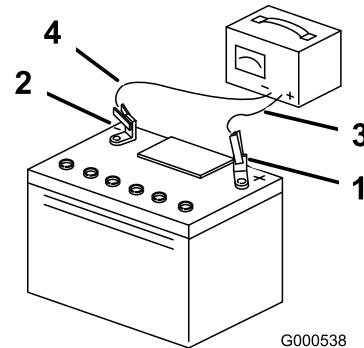

Bild 44
- Wenn die Batterie voll geladen ist, ziehen Sie den Stecker des Ladegeräts aus der Steckdose. Klemmen Sie dann die Klemmen des Ladegeräts von den Batteriepolen ab (Bild 44).